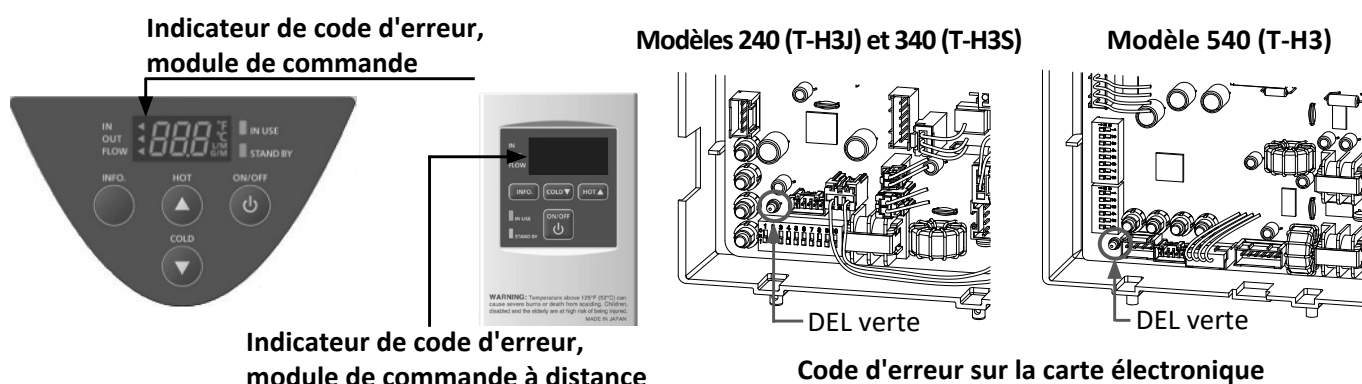

Figure 3
Enfin, vérifiez si l'appareil affiche un code d'erreur. Le code d'erreur devrait s'afficher sur le module de commande de l'appareil ou du module de commande à distance, ou sous la forme de codes clignotants sur la DEL verte de la carte électronique. Voir Figure 3, page 11. Consultez aussi le tableau des codes d'erreur à la page 11.
- Si l'appareil est relié à une boucle de recirculation, il arrive parfois que la température de retour soit trop proche de la température de consigne pour activer le chauffe-eau. Vous pouvez vérifier la température de l'eau entrante en appuyant sur le bouton Info sur le module de commande, jusqu'à ce que la flèche pointe devant le mot "IN". Reportez-vous à la section "Indicateur de code d'erreur", à la Figure 3 (p. 11).
Tous les modèles possèdent une fonction d'auto-diagnostic. En cas de problème, l'appareil affiche un code d'erreur sur le module de commande de la température ou sur le module de commande à distance TM-RE42 (si installé). Des problèmes liés à l'installation peuvent également produire un code d'erreur. Si le module de commande à distance n'est pas sous tension, la DEL verte de la carte électronique émet un clignotement. La DEL verte est située à côté des micro-interrupteurs, comme indiqué à la Figure 3.